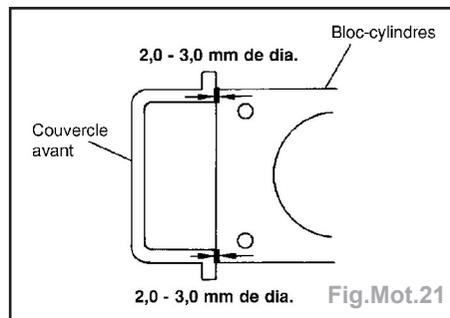

Fig.Mot.21
- Appliquer uniformément du joint liquide à l'endroit illustré, puis reposer le joint de culasse (Fig.Mot.21).